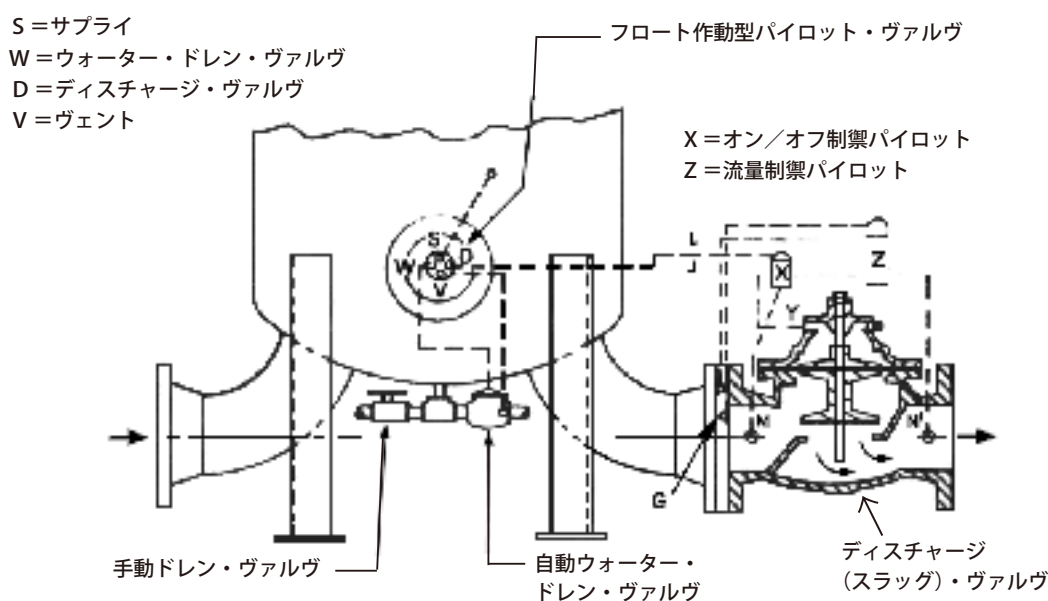
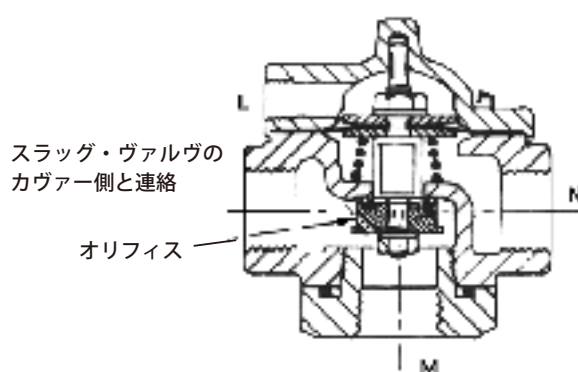

図1. フィルター・セパレーターとスラッグ・ヴァルヴ
図2. オン／オフ制御パイロット
図1にXとZの2つのパイロット・ヴァルヴが示されています。1つはオン／オフ・パイロット・ヴァルヴで、他は流量の制御用です。ベーカー、A.O. スミス、それにオイル・キャピタル社が作っているオン／オフ・パイロット・ヴァルヴはどれも互いに似ていて、スラッグ・ヴァルヴを開かせるために圧力信号が使われています。図2はこのタイプのパイロット・ヴァルヴで、閉の状態を示しています。サプライ・ポート (M) の圧力がスラッグ・ヴァルヴのトップ (カヴァー内) に導かれていて、スラッグ・ヴァルヴは閉じています。調整圧がポート L に与えられてパイロット・ヴァルヴが開くと、スラッグ・ヴァルヴのカヴァー内の圧が N へ抜け、そうすると、M の圧が N より大きくなるためスラッグ・ヴァルヴが開きます。